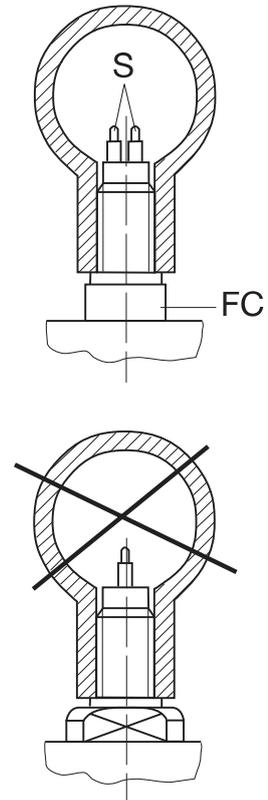

Fig. 1
- 2 Den Einbauort des Strömungswächters wie folgt wählen (siehe Fig. 1):
- 2 For best performance the monitoring head should be installed in the pipeline in accordance with the following conditions (see fig. 1):
- 3 Messkopf mit Rohrfitting vergleichen und überprüfen, ob die beiden Messfühler (S) im eingebauten Zustand im Strömungsmedium liegen (siehe Fig. 1), ohne den Rohrleitungsquerschnitt wesentlich zu verringern.
- Mit einem Gabelschlüssel (SW 27) an den Schlüsselansatzflächen (FC) (siehe Fig. 1) hinter dem Gehäuse und **nicht** mit dem Gehäuse festziehen!
- Die beiden Messfühler (S) müssen nebeneinander im Strömungsmedium liegen. Dies ist der Fall, wenn die Schlüsselansatzflächen (FC) parallel zur Rohrleitung stehen (siehe Fig. 1).
- 3 The monitoring head should be screwed into the pipeline far enough to ensure that the sensors (S) are positioned fully in the flow (see fig. 1). However, care should also be taken that the monitoring head is not screwed in too far, thus causing an undue restriction in the pipe bore.
- When tightening the flow monitor please use the flats provided (SW 27) (FC) and do **not** turn or apply torque to the housing (see fig. 1).
- The two sensors (S) on the monitoring head must be aligned side by side directly across the direction of flow. The sensors are correctly positioned when the wrench flats (FC) are aligned parallel with the pipeline (see fig. 1).